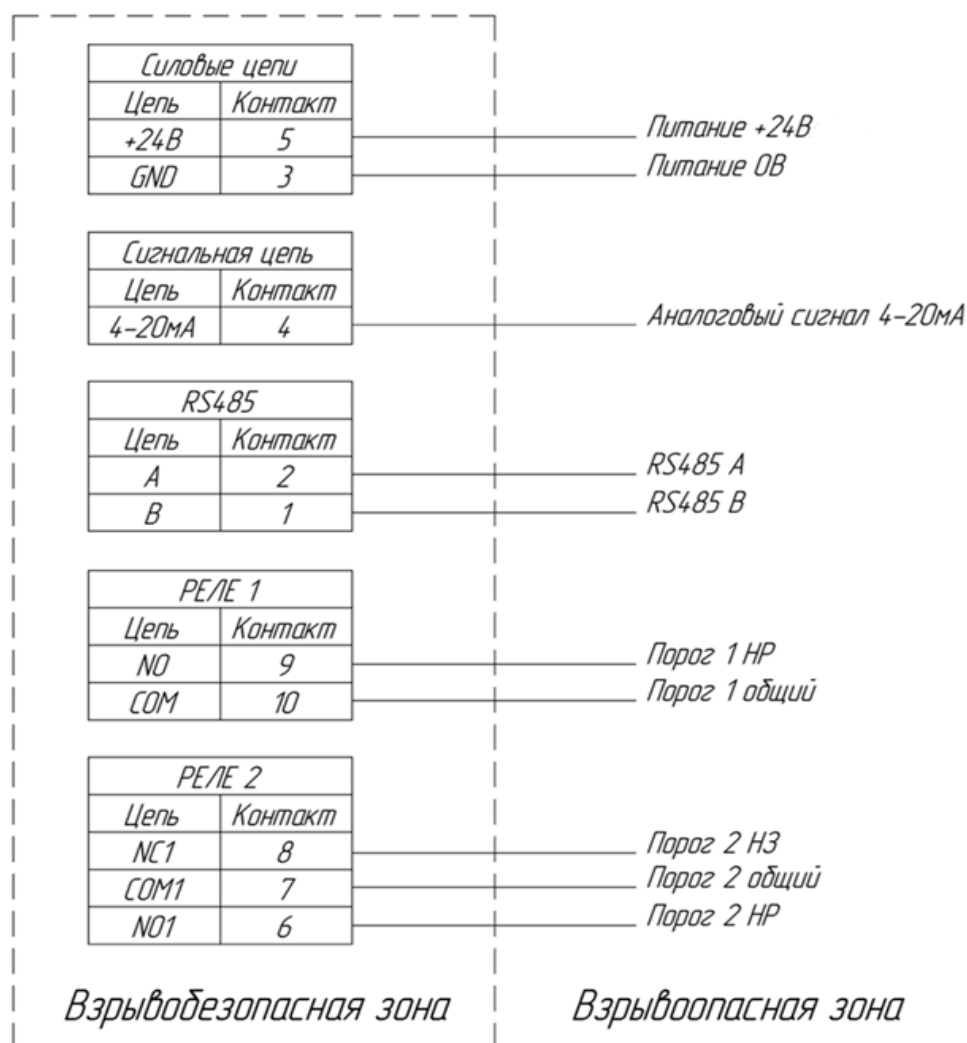

Рисунок 17 — Схема подключения газоанализатора СИГМА-05
3.4.11 Газоанализатор должен быть заземлен с учетом требований главы 2.7 Правил технической эксплуатации электроустановок потребителей, а также глав 1.7, 7.3 ПУЭ. Для защиты от электромагнитных помех экран информационного кабеля следует заземлить на стороне приемника сигнала в соответствии со схемой подключения (рисунок 17). Для подключения заземления на корпусе предусмотрен внешний винт и знак заземления по ГОСТ 21130–75 (рисунок 18).